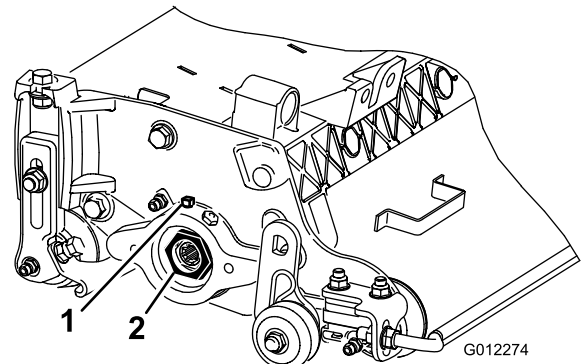

Bild 10
- A. Lösen Sie die externen Stellschrauben, mit denen die Einstellmutter des Lagers am Lagergehäuse links an der Schneideinheit befestigt ist (Bild 10).